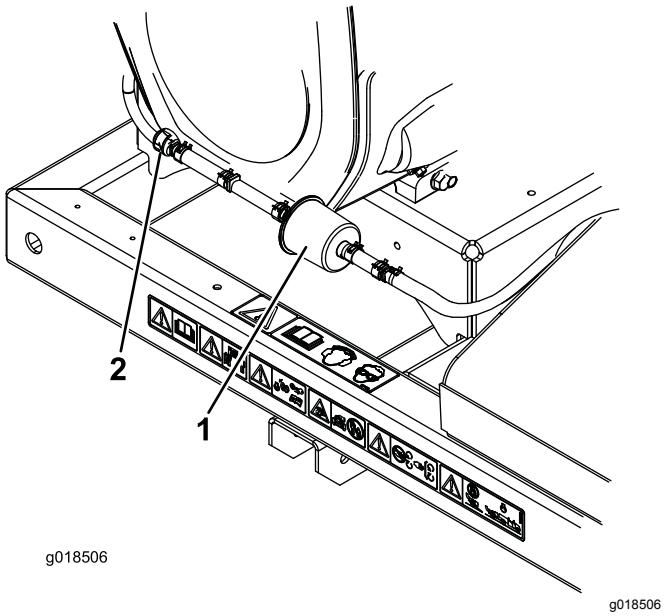

图 14
2. 将碳罐净化过滤器两侧的弹簧型软管夹移离过滤器 图 14。
3. 拆下并丢弃碳过滤器 图 14。
4. 将新过滤器装入软管使过滤器上的箭头指向单向阀并使用软管夹固定 图 14。